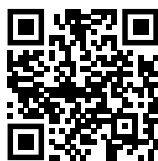

Fig. 110
- ▶ Otvorite Liebherr SmartMonitoring Dashboard. (pogledajte Fig. 110)